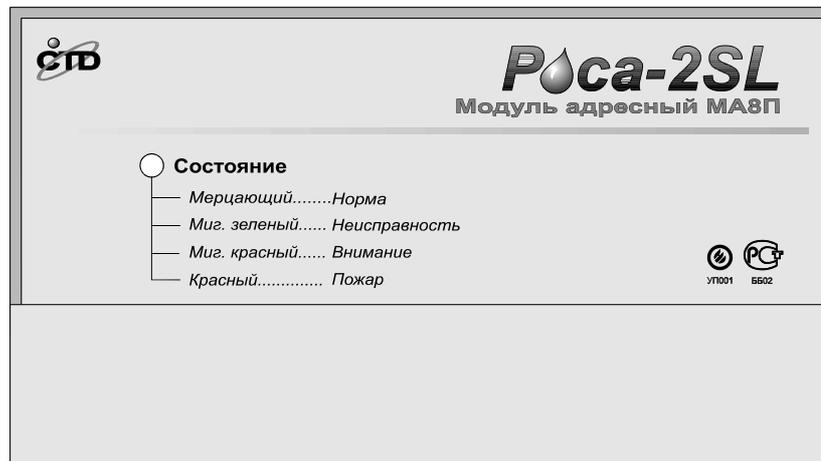

Рисунок 3-1 Внешний вид МА-8П (МА-4П).
3.1.7. МА-4П (МА-8П) имеет световой индикатор состояния пожарных шлейфов (рис. 3-1):